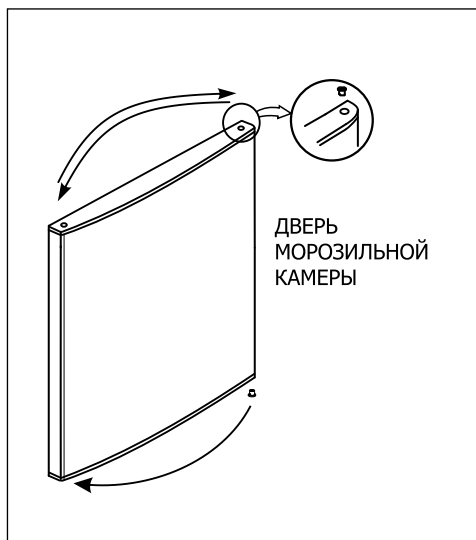

Рисунок 7.
**6** - Снимите верхнюю втулку с правой стороны двери морозильной камеры и переместите ее в левое отверстие, предварительно сняв колпачок втулки. Снимите нижнюю втулку, перенесите ее на левую сторону (Рис. 7).